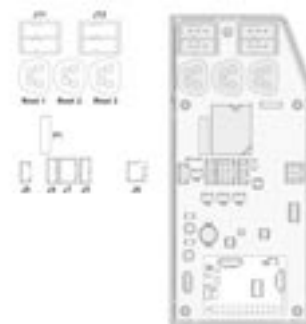

Abbildung 533. ICS-Mastermodul.
4. Trennen Sie die elektrischen Anschlüsse am ICS-Mastermodul. Achten Sie auf deren Platzierung. Siehe Abb. 533.
6. Ist der Rollstuhl mit Beleuchtung ausgestattet, entfernen Sie die Abdeckung des ICS-Mastermoduls und ziehen Sie die Verkabelung der Beleuchtung von den Kontakten auf der Platine ab. Siehe Abb. 533.